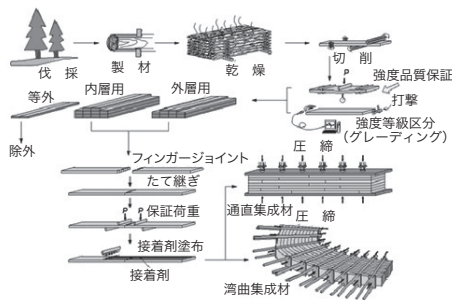

図1 集成材製造の流れ
①設計の検討：計画段階の平面図・断面図を基に、木造にて設計可能か検討をし、概算金額を提示し、OKが出れば実施設計の協力に。
②実施設計：建築物用途・地域（積雪量・暴風の設定）・屋根・外壁・内壁仕上げ（固定荷重の設定）の条件を基に構造計算を行う。要求仕様や予算から材種（スギ・ヒノキ等）・強度を選定し、柱・梁の組み方、部材断面を決定して木部構造図・計算書の作成協力を行う。
③木材調達の調査：上記に平行して、原木の調達検討を行う。近年、公共物件の多くが地産地消を求められるため、地元森林組合等に協力を要請する。集成材の最終材積に対して5倍程度の丸太が必要となり間伐材や小径木だけでは強度が不足する。そのため、外層材用には主伐を行う事が望ましい。また、この段階で調達可能な強度・価格を確認する事は、予算管理にもつながる。
①ラミナ（ひき板）製材・乾燥：丸太を引き割り、蒸気室で乾燥させた後、反り・曲り変形した材をプレナーで正確な断面へと削り出す。
②グレーディング：全てのラミナに実荷重を加えヤング係数を測定する。木材のヤング係
数は強度に比例するため、この工程で強度区分ができる。ここでも不合格品は取り除かる。③積層接着：JAS規格により規定された積層順に、レゾルシノール樹脂接着剤で接着し、圧縮し硬化させる（図1）。飛行機のタイヤにも使用されるこの樹脂は耐候性を有し、国内では65年経過した建築物でも健全なままである。